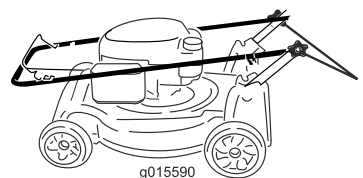

Рисунок 33
1. Ослабьте круглые рукоятки настолько, чтобы можно было свободно двигать верхнюю рукоятку (Рисунок 33).
2. Продвиньте рукоятку вперед, как показано на Рисунок 33.